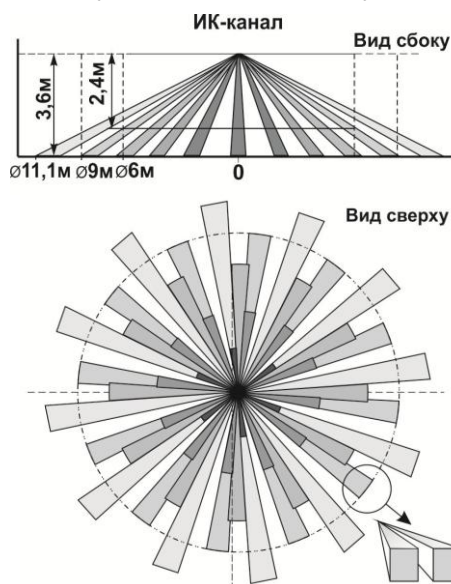

Рисунок 2
**2.1** Принцип действия основан на регистрации двухплоскостным пироэлектрическим приемником изменений потока теплового излучения, возникающих при пересечении человеком зоны обнаружения, которая состоит из чувствительных зон. Каждая чувствительная зона состоит из двух элементарных чувствительных зон (рисунок 2).